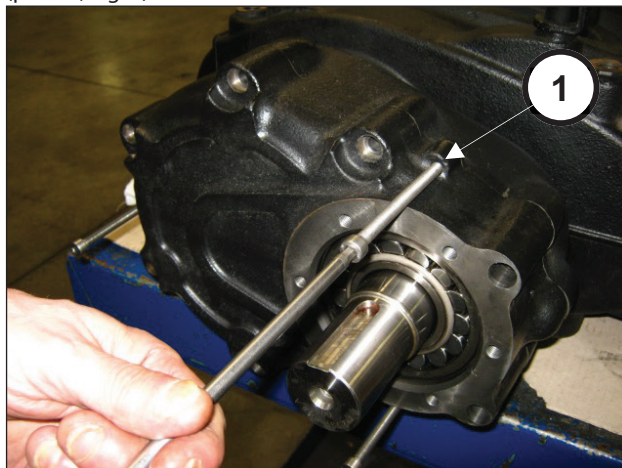
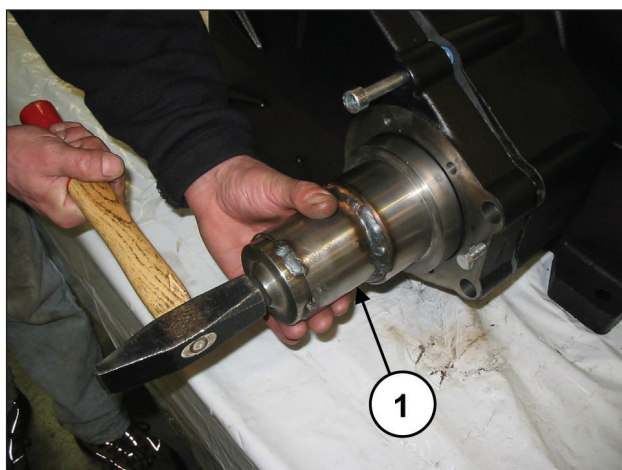

Fig. 8
Fig. 9
Apretar gradualmente los 3 tornillos prisioneros roscados (pos. ①, Fig. 8) que se están utilizando como extractores y, al mismo tiempo, golpear la herramienta (cód. 27887000) para que el cojinete no se salga del piñón al extraer la tapa (pos. ①, Fig. 9).